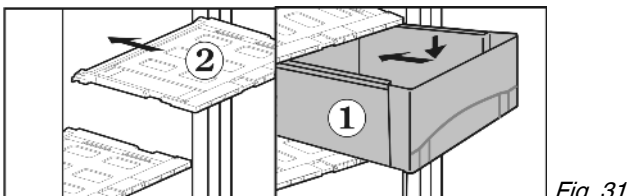

Fig. 31
- ▶ Установите крышки выдвижного ящика Fig. 31 (2): поперечные ребра крышки выдвижного ящика вставьте снизу в задние направляющие, защелкните спереди фиксатор в направляющей.
- ▶ Выдвижные ящики Fig. 31 (1) установите на направляющие и вдвиньте полностью до ясно слышимого защелкивания.